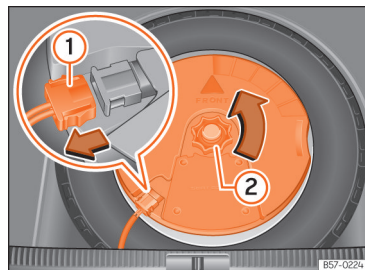

Рис. 222 Багажний відсік: знімання сабвуфера.
- Від'єднайте проводи від динаміка сабвуфера » **рис. 222 ①**.
- Відкрутіть кріпильний гвинт запасного колеса проти годинникової стрілки » **рис. 222 ②**.